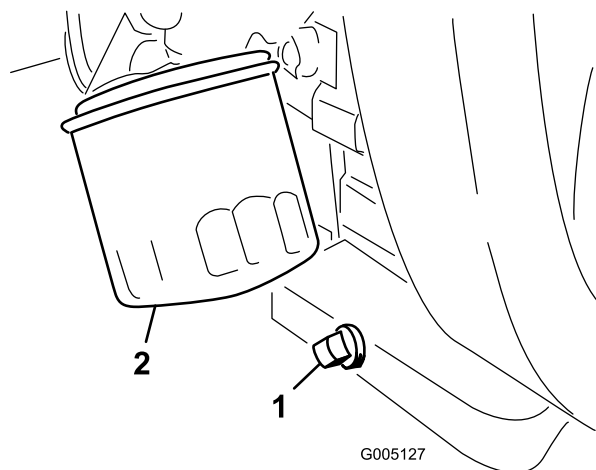

Figure 49
1. Retirez le bouchon de vidange (Figure 49) et laissez couler l'huile dans un bac de vidange. Remettez le bouchon quand la vidange est terminée.
2. Déposez le filtre à huile (Figure 49). Appliquez une fine couche d'huile sur le joint du filtre de rechange.